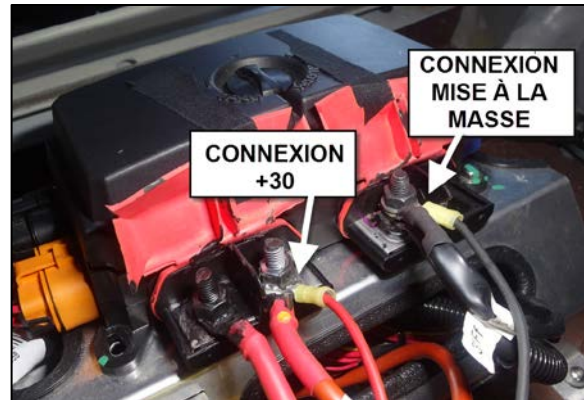

FIGURE 8
12. Connecter le fil rouge avec le terminal à œillet 3/8" à la connexion +30 (Figure 8) et serrer l'écrou du goujon à la valeur de couple entre 15 lb-pi et 18 lb-pi.
13. Connecter le fil noir avec le terminal à œillet 3/8" à la connexion de mise à la masse (Figure 8) et serrer l'écrou du goujon à la valeur de couple entre 15 lb-pi et 18 lb-pi.